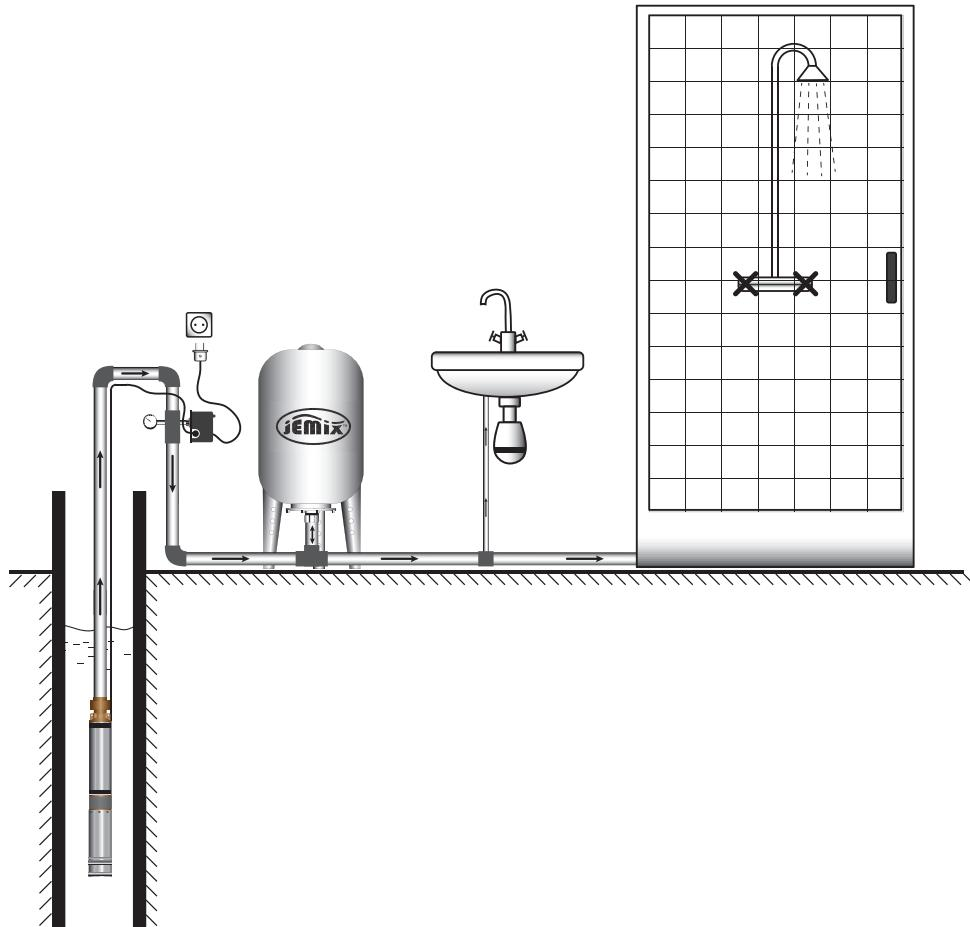

Рис. 2
5. Возможно подключение насоса с помощью реле давление (рис. 2), при этом включение и отключение насоса будет происходить автоматически.